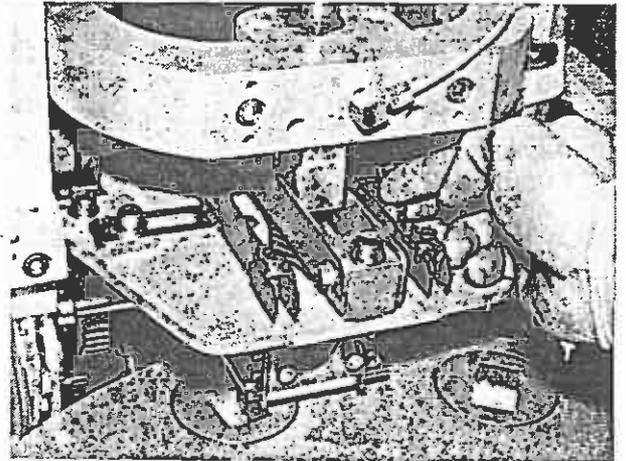

Bild 97
12. Abgeschnittenen Einwicklerstreifen hinter dem Schneidmesser herausnehmen (Bild 97).